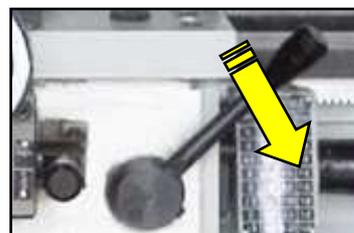

Figura 24 – Movimento in automatico.
4. Abbassare la leva n° 12 (Figura 24) per azionare il movimento automatico del carrello (e dell'utensile) verso sinistra.